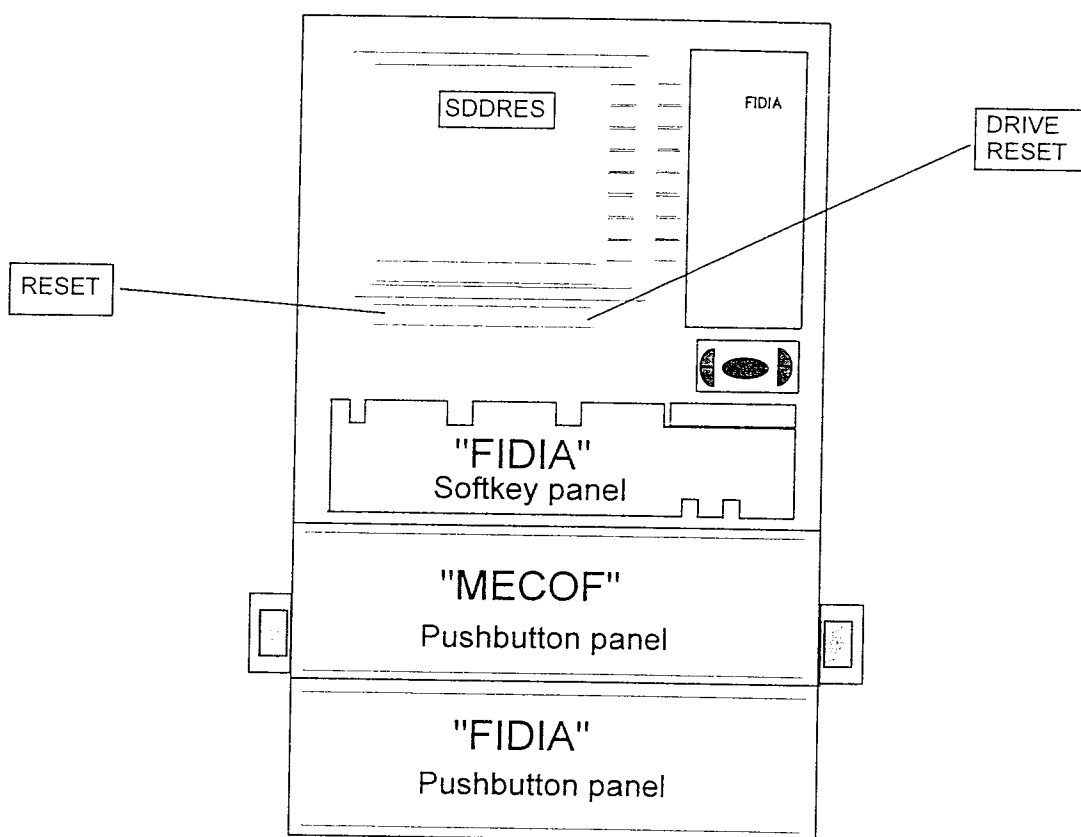

Fig.4a - Softkey Fidia
1. sulla pulsantiera Fidia (vedi Fig.4a), premere in sequenza il softkey RESET e il softkey DRIVE RESET;